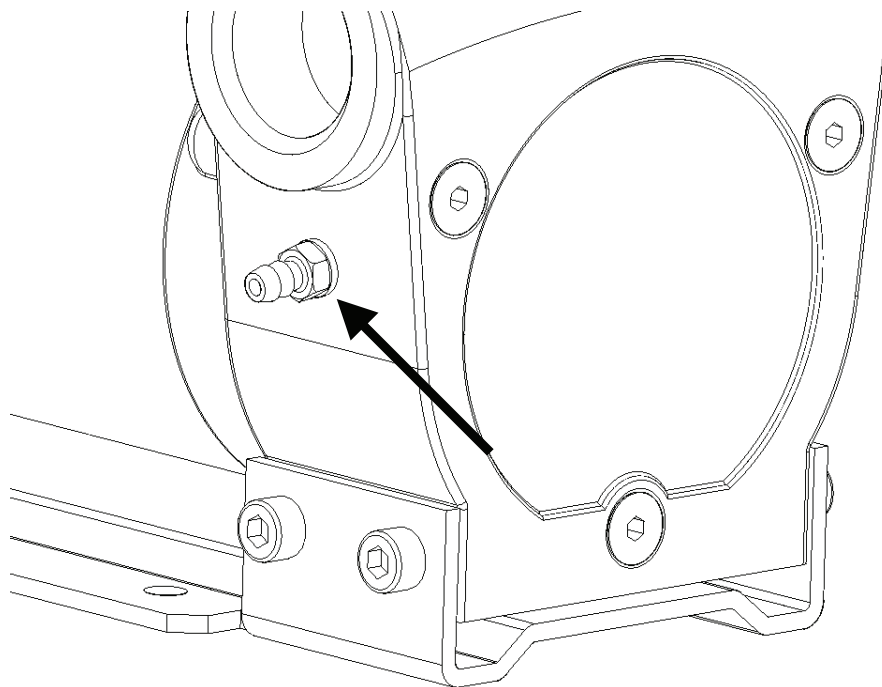

Рис. 3-2: Переходник для предохранителя вкручен
- Вкрутите в эту резьбу приложенный резьбовой переходник с новой прокладкой (см. рис. 3-2).